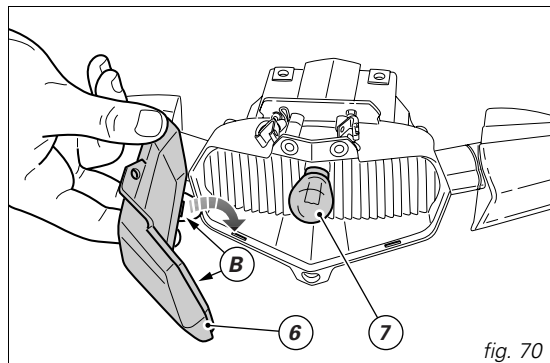

fig. 70
Sfilare la lampada (7) spingendola e ruotandola in senso antiorario e sostituirla (fig. 70).